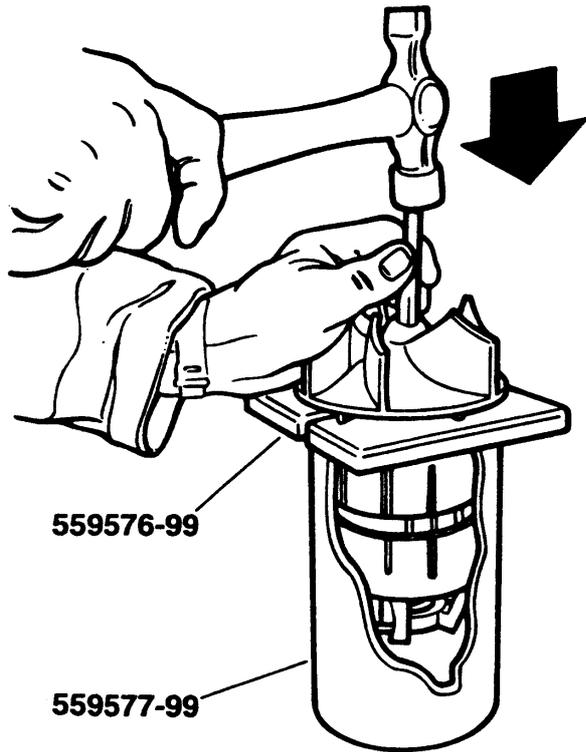

Fig 1
1) Entfernen Sie den vorhandenen Lüfter mit einem Durchschlag und Werkzeug Nr. 559576-99 und 559577-99. Vgl. Abb.1.